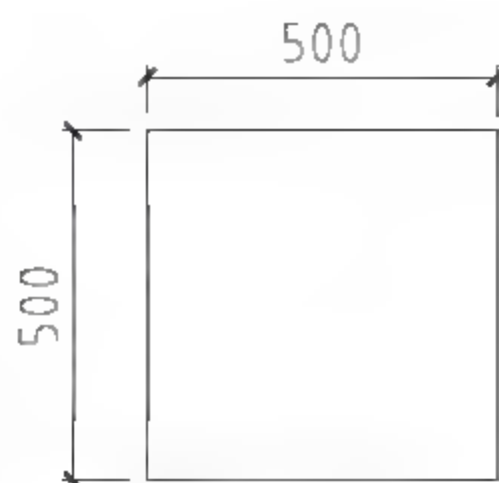

图8-195 绘制正方形
- 调用REC【矩形】命令，绘制尺寸为500×500的正方形，如图8-195所示。